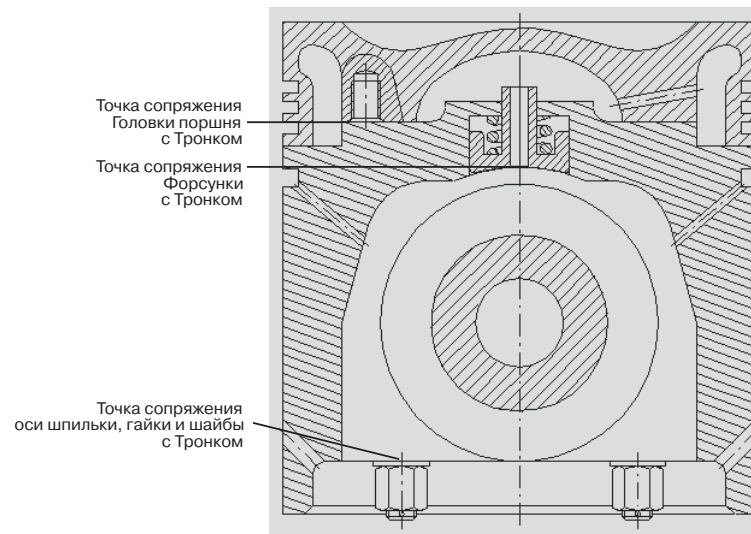

Рис.4.72.
2. Определение сопряженных базовых точек. Под сопряженной базовой точкой понимается координата точки, принадлежащая двум сопрягаемым деталям. Такими точками могут быть следующие точки с координатами относительно тронка (рис.4.72):